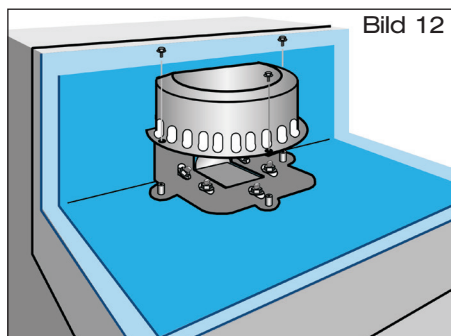

Bild 12
2.6 Halbrunde Haube mit beiliegenden Befestigungsschrauben mit Losflansch verschrauben (Bild 12).